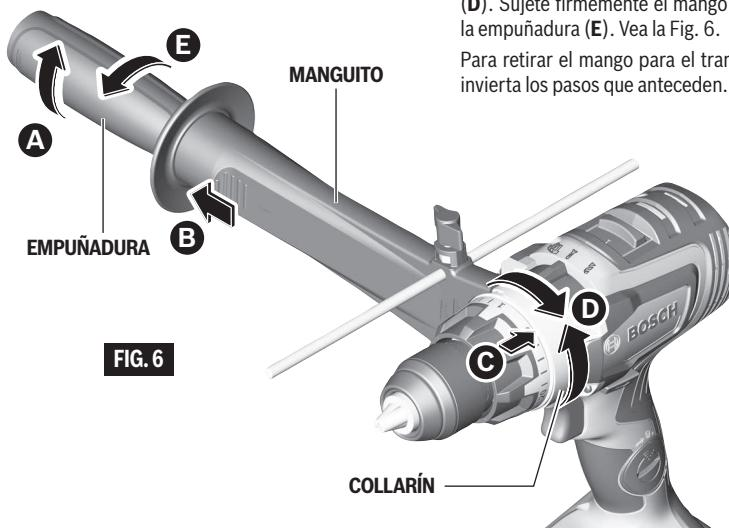

FIG. 6
Para montar el mango auxiliar en la herramienta, afloje la empuñadura (A). Jale el manguito (B) y deslice el collarín sobre la herramienta de la manera que se muestra en la ilustración (C). Bascule el mango hasta la posición deseada (D). Sujete firmemente el mango en esa posición apretando la empuñadura (E). Vea la Fig. 6.